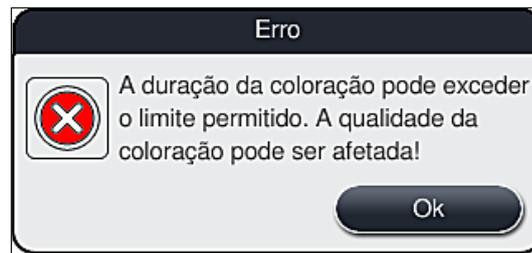

Fig. 107
1. Após confirmar esta mensagem de informações, o usuário é informado que os períodos de coloração podem ter sido excedidos, ou seja, racks individuais já permaneceram muito tempo em um reagente sob determinadas circunstâncias ou em um estação crítica, o que pode impedir a qualidade da coloração. Confirme esta mensagem de informações (→ "Fig. 107") pressionando o botão **OK** para retomar.